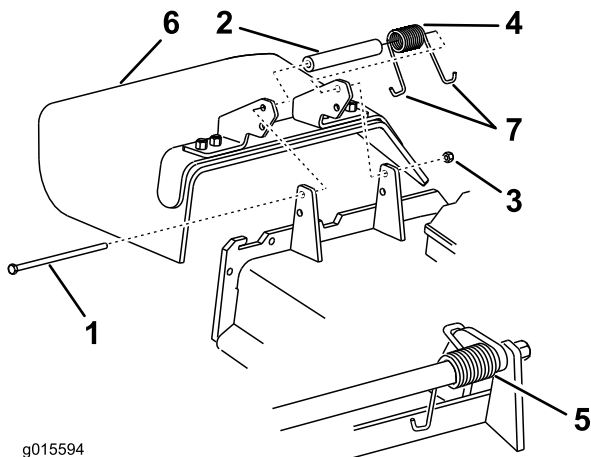

図 82
1. デフレクタをピボットブラケットに固定しているロックナット、ボルト、スプリング、スペーサを外す (図 82)。デフレクタを取り外す。
注 必ず J 形端部のひとつをデッキ後部のエッジに引っ掛け、それから 図 82 のようにボルトを取り付けてください。
3. ボルトとナットを取り付ける。J 形端部のひとつをデフレクタに引っ掛ける（図 82）。